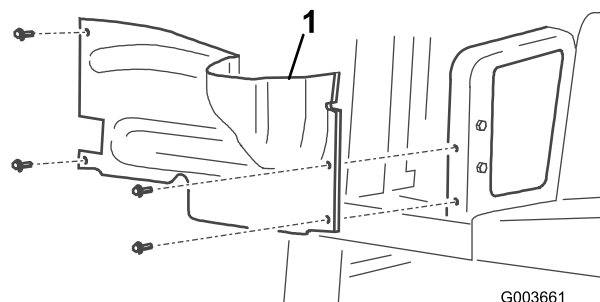

図 2
7. 右側ホイールシュラウドをフレームに固定しているボルト4本を外し、シュラウドを取り外す(図 2)。